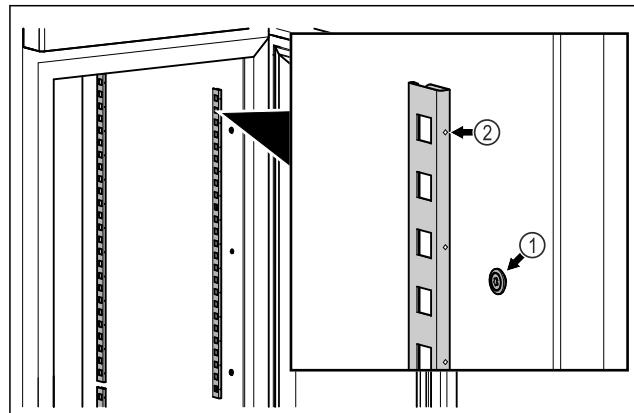

Fig. 85 Ilustratīvs attēlojums
- Iekabinet aizturu līistes viru mehānismā Fig. 85 (1). Atzīmei Fig. 85 (2) jābūt vērstai virzienā uz priekšu.